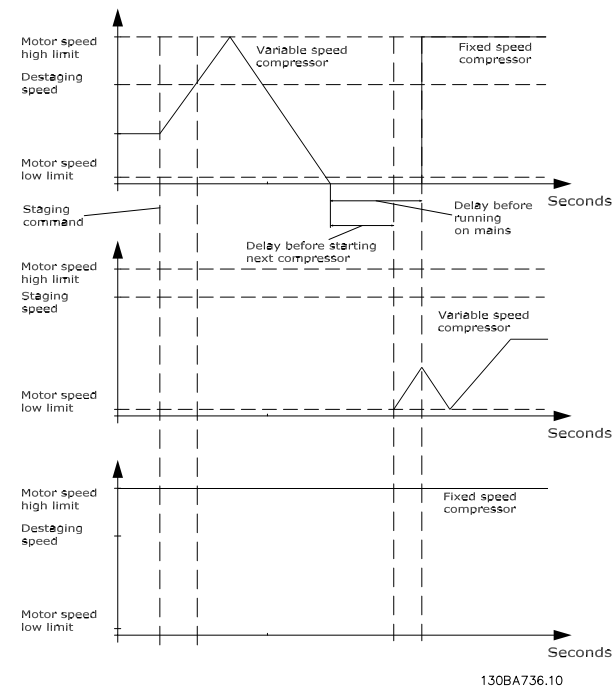

图 6.35 慢速转换切入
图 6.35 是慢速转换式切入的示例。在激活切入命令之前有一台变速压缩机(顶图)和一台定速压缩机(底图)正在运行。激活 [0] 慢转换命令后的轮换执行方式是, 首先将变速压缩机加速到 4-13 电机速度上限 或 4-14 电动机速度上限 [Hz], 然后减速至零速。在经过“运行下一台压缩机延迟”(25-58 运行下一台泵延迟)后, 下一台变频压缩机(中图)将被加速, 而在经过“主电源延迟时运行”(25-59 主电源延迟时运行)后, 此前的变频压缩机(顶图)将作为定速压缩机添加进来。下一台变频压缩机(中图)被减速至电动机速度下限, 然后可以在变速状态下保持系统压力。
0.5 秒* [25-58 运行下一台泵延迟 - 5.0 秒]	仅当在 25-50 变频泵轮换 中选择了除 [0] 关以外的选项时, 该参数才有效。 此参数用于设置停止旧的变速压缩机和启动另一个压缩机作为新的变速压缩机之间的时间。有关切入和轮换操作的介绍, 请参考 25-56 轮换时进入切入模式和图 6.35。
0.5 秒* [25-58 运行下一台泵延迟 - 5.0 秒]	仅当在 25-50 变频泵轮换 中选择了除 [0] 关以外的选项时, 该参数才有效。 该参数用于设置停止旧变速压缩机和作为新定速压缩机启动该压缩机之间的时间。有关切入和轮换操作的介绍, 请参考 25-56 轮换时进入切入模式和图 6.35。